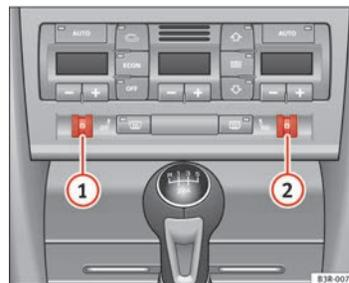

Fig. 133 Detalle del tablero de instrumentos: Ruedecillas moleteadas para la calefacción del asiento
Gire la ruedecilla moleteada ① o bien ② ⇒ fig. 133 para activar la calefacción del asiento del conductor o del acompañante, respectivamente, y para regular el nivel de calefacción.